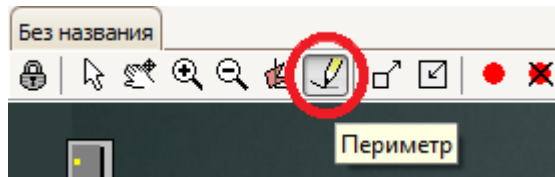

рис. 3 – Выбор рисования периметра
- Нажать кнопку рисования линии периметра на панели инструментов (рис. 3).